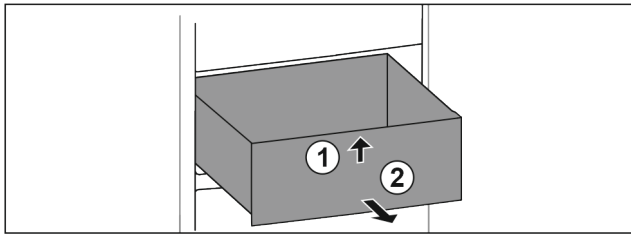

Fig. 84
- ▶ Podignite ladicu sprijeda. Fig. 84 (1)
- ▶ Izvadite ladicu prema naprijed. Fig. 84 (2)